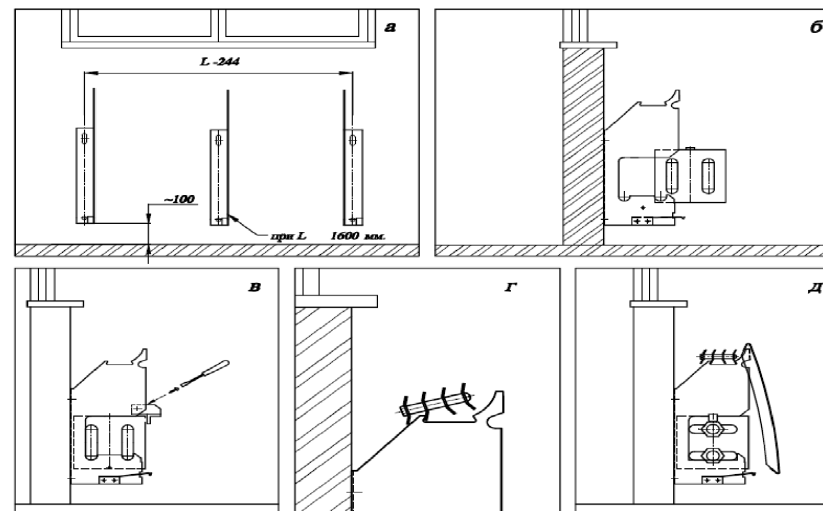

Рис.2
- он комплектуется третьим кронштейном, который устанавливается посередине см. рис.2а.
- 5.4. Установить нагревательный элемент на кронштейны в соответствии с рис.2б.
- 5.5. Установить между кронштейнами и закрепить планку винтами в соответствии с рис. 2в.
- 5.10. Установить решетку рис.2г.
- 5.11. Навесить лицевую панель зафиксировав её нижний край фиксатором кронштейна рис.2д.